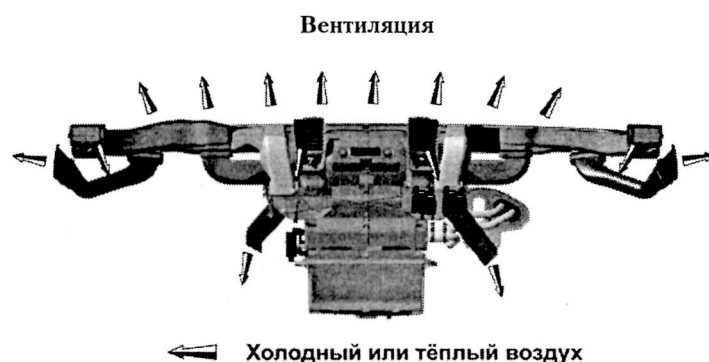

Рис. 8.5. Распределение воздушных потоков в салоне автомобиля
- отрегулировать направление потоков воздуха поворотом заслонок вентиляционных решеток. Распределение воздушных потоков показано на рис. 8.5.